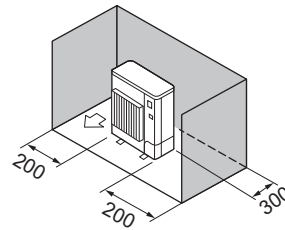

Abb. 2-5
- ③ Hindernisse nur auf der Rückseite und auf beiden Seiten (Abb. 2-5)